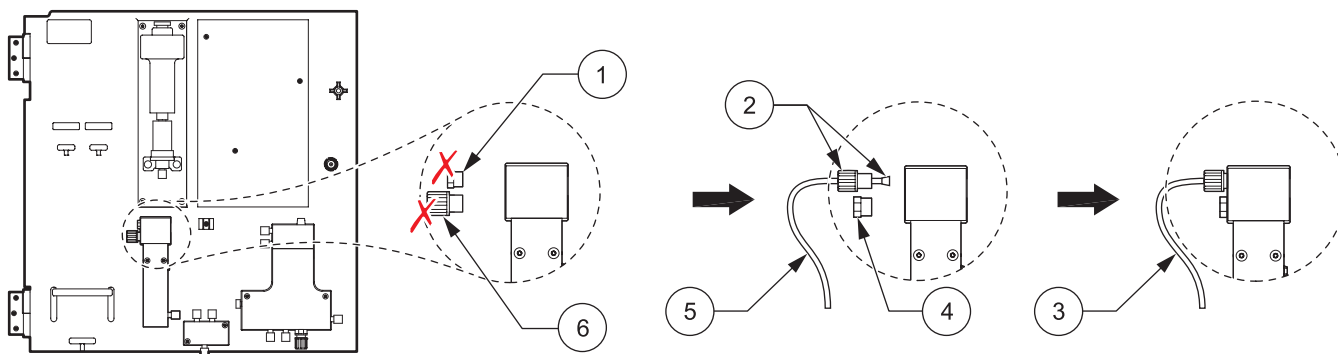

图 20 将第一个仪器修改为 2 参数选项
请参考图 20 并按照说明连接 2 参数配置。
1. 从溢流容器的顶孔上拆下小的绝缘塞（项目 1，图 20）。从溢流容器的底孔上拆下大的连接装置（项目 6）。丢弃塞子和连接装置。